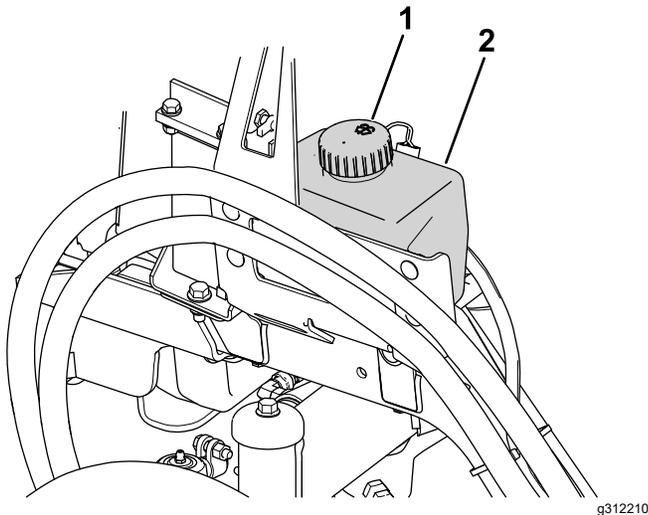

Figura 87
1. Retire el tapón (Figura 87) del depósito.